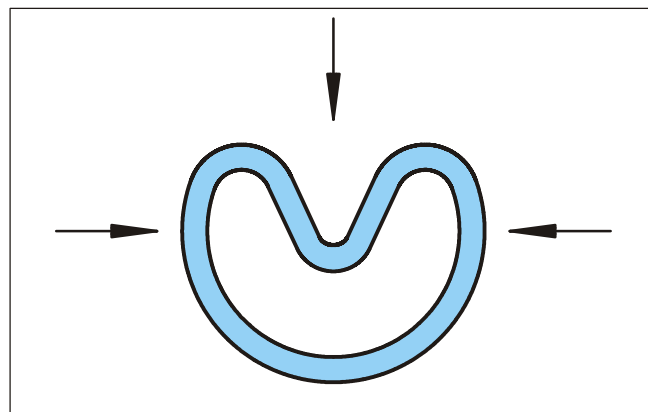

Рисунок 6 Уплотнительное кольцо деформированное в форме почки
- Деформируйте Туркон® или Зуркон® уплотнения так, чтобы они получили форму почки. При деформации уплотнений нельзя допускать острых углов (Рис. 6)!